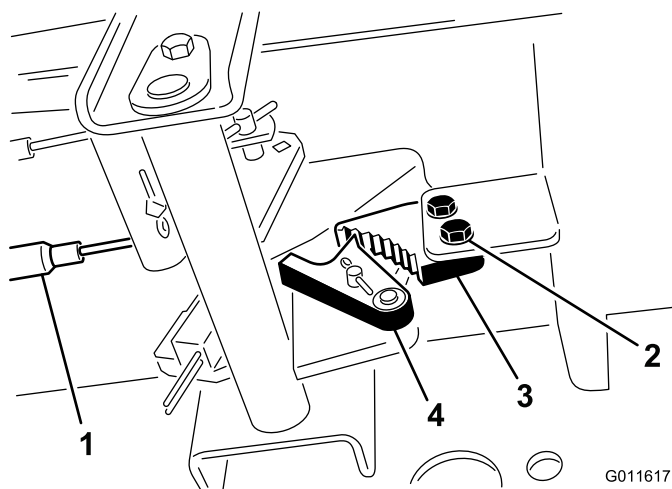

Figura 37
1. Afloje los 2 tornillos que fijan el trinquete del freno de estacionamiento al bastidor (Figura 37).
2. Pise el pedal del freno de estacionamiento hacia adelante hasta que la uña se engancha a fondo en el trinquete del freno (Figura 37).